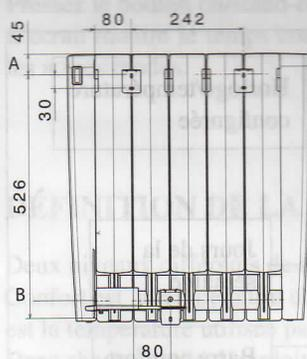

FIG. 7 700W
1. Avant de percer le mur, marquez les points exacts avec un gabarit en respectant scrupuleusement les dimensions qui varient selon le modèle (voir fig. 7, 8, 9, 10)
2. Alignez le centre des supports A sur une ligne (indiquée fig. 7, 8, 9, 10 par une ligne pointillée) en vous assurant que les supports sont à la même hauteur; marquez les trous à percer.